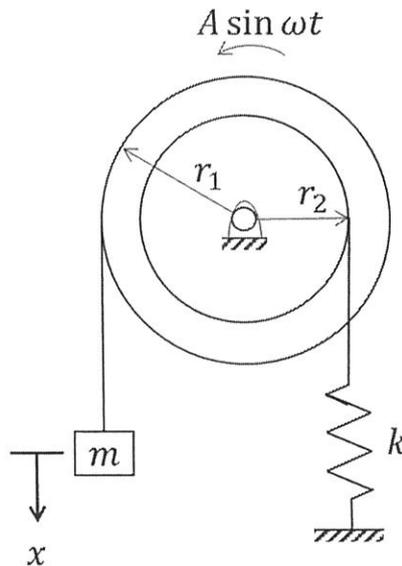

図1
図1に示すように、二重滑車の外側の滑車の円周に沿って巻き付けられたひもを介して質量  $m$  の重りが吊り下げられ、内側の滑車の円周に沿って巻き付けられたひもの端がバネ係数  $k$  のバネを介して床に結合されている。ひもと滑車の間に滑りは生じないものとする。内外の滑車はともに、一様な円盤形状であり、外側の滑車の質量は  $M_1$ 、半径は  $r_1$  であり、内側の滑車の質量は  $M_2$ 、半径は  $r_2$  である。外側と内側の滑車の軸は共通で、床に対して固定されたモータの軸に結合されている。モータにより二重滑車には  $A \sin \omega t$  の周期的トルクが印加されている。さらに、質量  $m$  の重りは重力方向にのみ動くものとし、モータのトルクが作用しない場合のつり合い位置からの質量  $m$  の重りの変位を  $x$ 、重力加速度を  $g$  とする。このとき、以下の間に答えなさい。
- 問4 図1の系の運動方程式を、変位  $x$  を用いて表しなさい。
- 問5 周期的トルクの振幅  $A$  が  $0$  ( $A = 0$ ) で、質量  $m$  の重りが微小振動している場合の、図1の系の固有角振動数  $\omega_n$  を求めなさい。